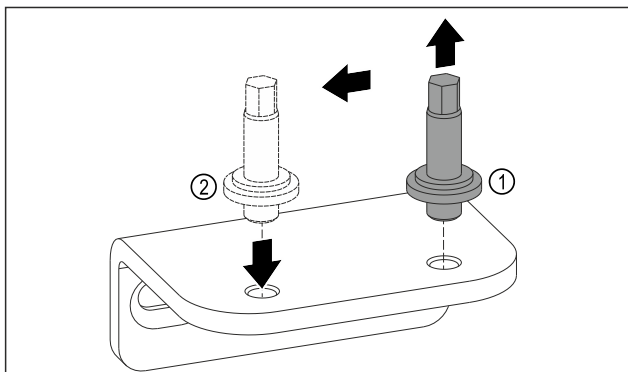

Fig. 11
- Lironi bulonat e bazamentit mbështetës të poshtëm me çelësin e jashtëm kriket SW5. Fig. 11 (1)
- Vendosni bulonat në anën e kundërt. Fig. 11 (2)